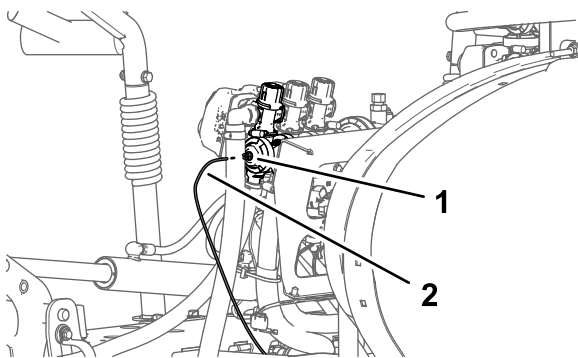

Bild 29
1. Drücken Sie den Stelling für die Schlauchkupplung in den Enddeckel des rechten Auslegerabschnittventils hinein (Bild 29).
2. Ziehen Sie den Druckmessschlauch für das Messgerät am Armaturenbrett aus der Schlauchkupplung (Bild 29).